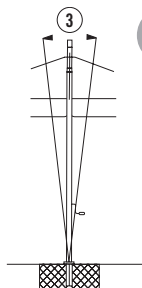

Fig. 5
**(d) Inclinaison latérale (figures 5 et 7)**
- Dégager les vis d'ancrage (8) en enlevant le boulon de liaison inférieur (6) puis en soulever le couvercle des vis (7).
- Laisser serrée la vis d'ancrage (8a) visible derrière le mât, et desserrer de ½ tour les 4 autres vis d'ancrage (8).
- Visser en sens horaire la vis de nivellement (9) positionnée sur le côté du bord le plus bas du parasol. Un tour complet de vis hausse d'environ 4 cm le bord du parasol.
- Le nivellement achevé, resserrer toutes les vis d'ancrage (8).